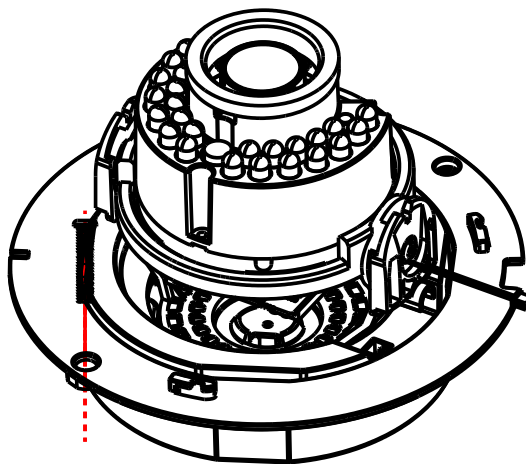

Рис. 2.7. Отсоединение базового основания видеокамеры
2. Снимите базовое основание видеокамеры, открутив два винта (Рис. 2.7).